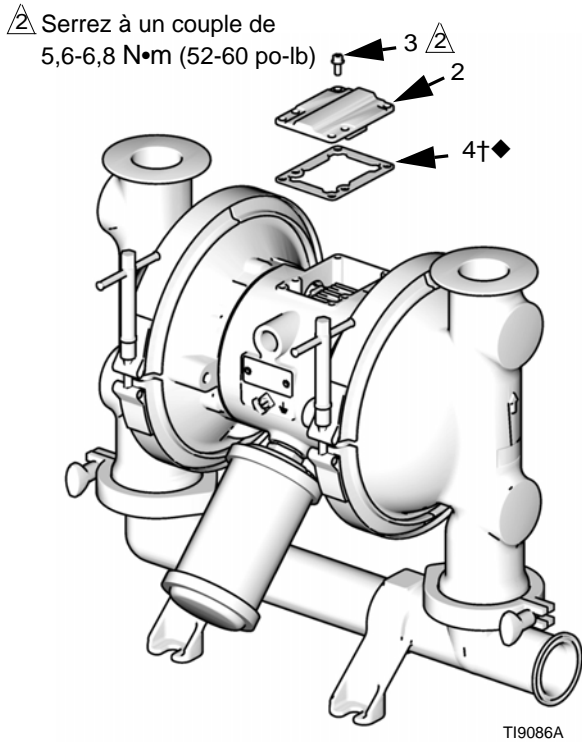

FIG. 5
2. Retirez les six vis (3), le capot (2) de la vanne d'air et le joint (4) avec un tournevis Torx (T20) ou une clé à douille de 7 mm (9/32 po.). Voir FIG. 5.
10. Alignez le joint de vanne (4†◆) et le capot (2) avec les six orifices du boîtier central (1). Fixez avec les six vis (3), à l'aide d'un tournevis Torx (T20) ou d'une clé à douille de 7 mm (9/32 po.). Serrez à un couple de 5,6-6,8 N•m (52-60 po•lb). Voir FIG. 5.